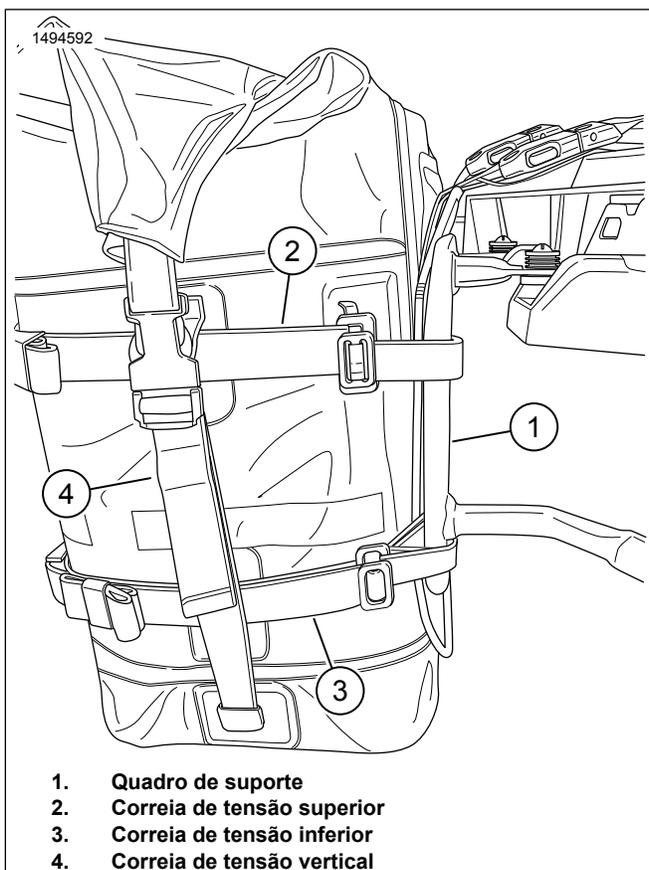

Figura 8. Tensão em todas as correias
9. Figura 8 As correias de tensão (2, 3, 4) devem ser fixadas em locais aproximados.